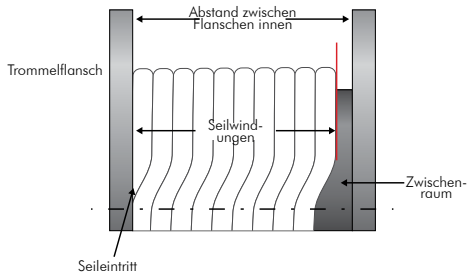

Abb. 51 - Prüfung des Zwischenraums, nachdem die erste Lage zur Gänze auf der Rolle aufgewickelt wurde
- Nachdem die erste Lage vollständig auf die Trommel aufgewickelt wurde, ist neben der Seileintrittsstelle zu überprüfen, ob zwischen der letzten Windung der ersten Lage und dem Trommelflansch noch ein Zwischenraum vorhanden ist (siehe Abb. 53). Der Zwischenraum sollte nicht größer als die Hälfte des Seildurchmessers sein. Ist der Zwischenraum größer, montieren Sie bitte eine Zwischenplatte entsprechend der Empfehlung des Kranherstellers, um diesen Abstand auszufüllen. Falls der Zwischenraum kleiner als die Hälfte des Seildurchmessers ist, montieren Sie eine Zwischenplatte nur im Falle von Wicklungsproblemen. Berücksichtigen Sie, dass der Seildurchmesser beim Betrieb abnehmen wird! Die Berechnung der ungefähren Zwischenplattengröße kann seitens Teufelberger-Redaelli durchgeführt werden. Die Verwendung einer Zwischenplatte (siehe Abb. 51 und 52) wird den Ablenkwinkel beeinflussen (Ablenkwinkel wird reduziert)!